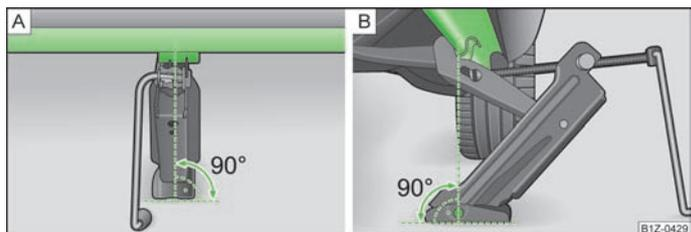

Fig. 132 Application du cric
- Appliquez le cric de façon à ce que la griffe entoure la nervure » fig. 132 - en dessous de l'estampille de la surface latérale sur le bas de caisse.
- Assurez-vous que l'embase du cric repose sur toute sa surface sur un sol plat et s'applique perpendiculairement » fig. 132 à l'emplacement où la griffe entoure la nervure.